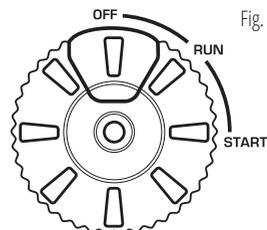

Fig. 1
- 4.2 Pour le démarrage électrique, appuyez sur le bouton rouge sur l'interrupteur multifonction du moteur (Fig. 1).
5. Après le démarrage du moteur, tournez l'interrupteur multifonction en position RUN (Fig. 1).